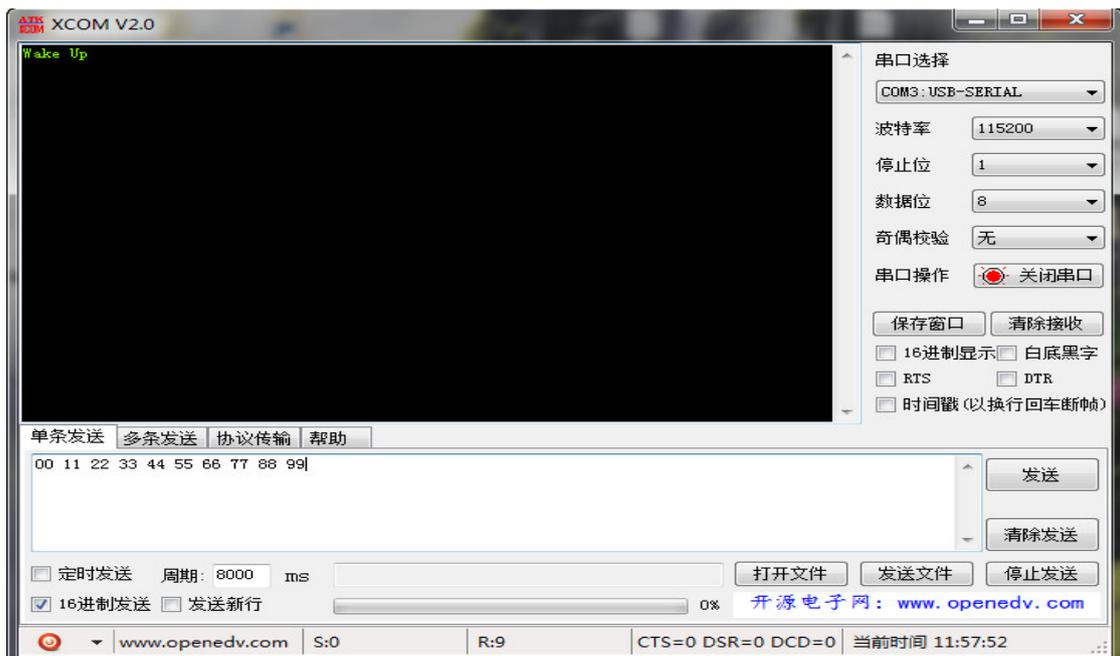

图 3-6
- 2) 按一下开发板按键,开发板的 LED2 亮,表示模块已经唤醒,同时模块也会在 PC 串口端发送一条唤醒信息“wake up”,表示模块已经唤醒,如图 3-6 所示。